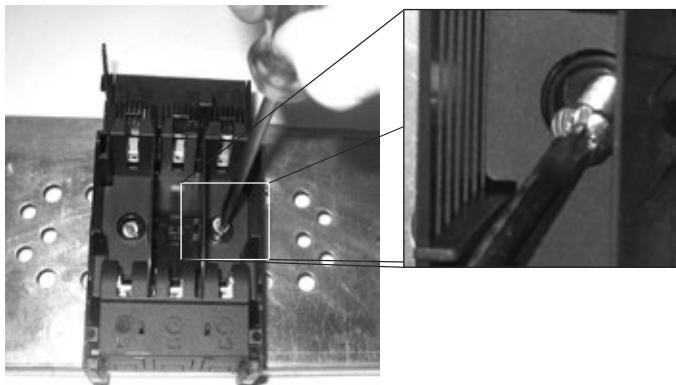

Figura 8
- Fije la seccionadora con tornillos M6 (Figura 8) hasta que tenga una buena fijación en el panel.